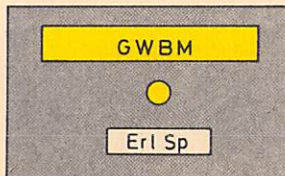

Bild 16
- (5) Befindet sich die Erlaubnis auf dem bevorrechtigten Bahnhof, sind zur Beseitigung der Störung die Blocksignalsperrtaste und die Zugstraßenzieltaste der Ausfahrten zu bedienen; die Erlaubnisabgabe ist gesperrt, der Gleiswechselbetriebsmelder und der Erlaubnisabgabesperrmelder leuchten gelb (vgl. Bild 16).